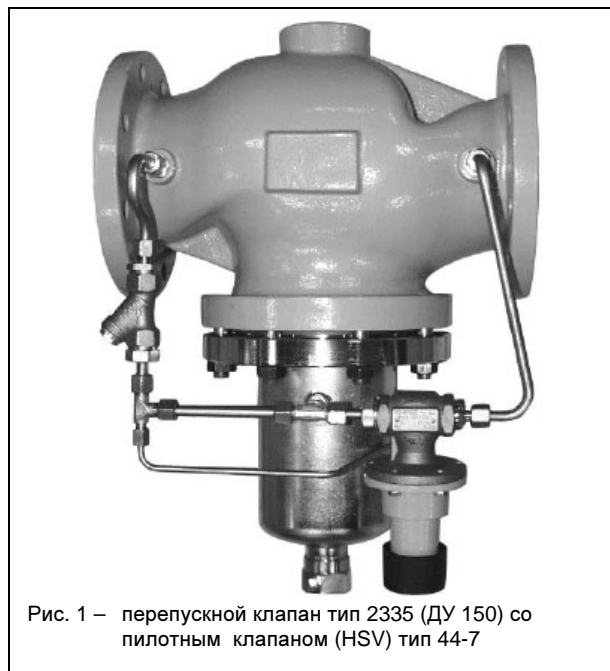

Рис. 1 – перепускной клапан тип 2335 (ДУ 150) со пилотным клапаном (HSV) тип 44-7
**Тип 2335 – перепускной клапан** (рис. 1) для жидкостей, пара и газов. Для регулирования заданного значения входного давления P1, установленного на пилотном клапане. Оснащён пилотным клапаном (HSV), соответствующим среде; стандартное исполнение с перепускным клапаном тип 44-7.